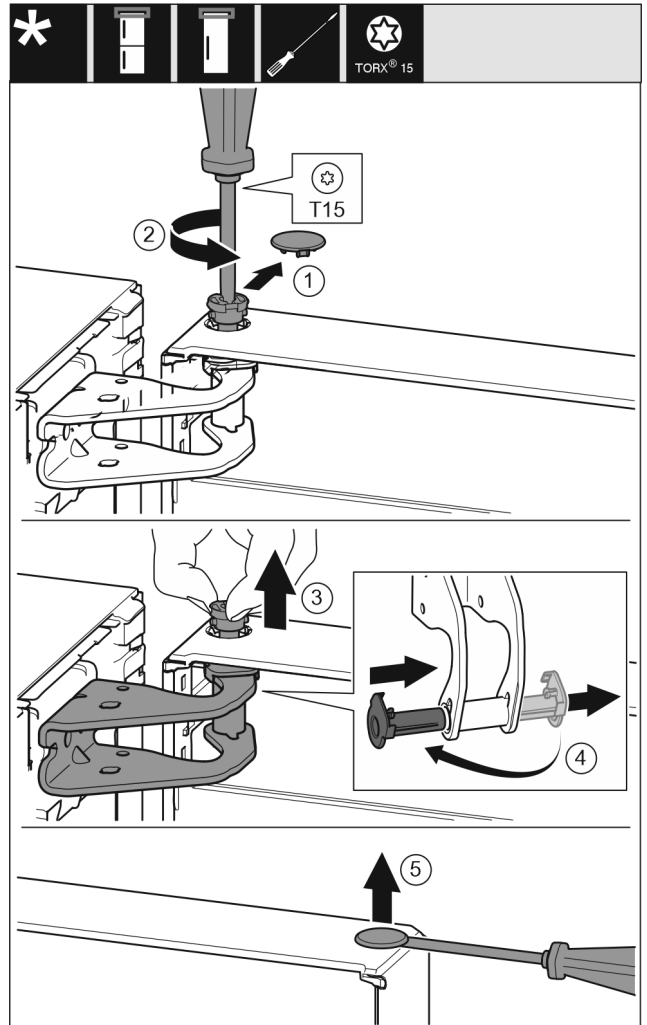

Fig. 7
- ▶ Trekk sikringsdekselet forsiktig av. Fig. 7 (1)
- ▶ Skru bolten ut et stykke med skrutrekker T15. Fig. 7 (2)
- ▶ Hold fast døren, og trekk bolten ut med fingrene. Fig. 7 (3)
- ▶ Trekk lagerbøssingen ut av føringen. Sett den inn fra den andre siden, og la den klikke på plass. Fig. 7 (4)
- ▶ Løft proppen forsiktig ut av dørens lagerbøssing med en skrutrekker, og trekk den ut. Fig. 7 (5)